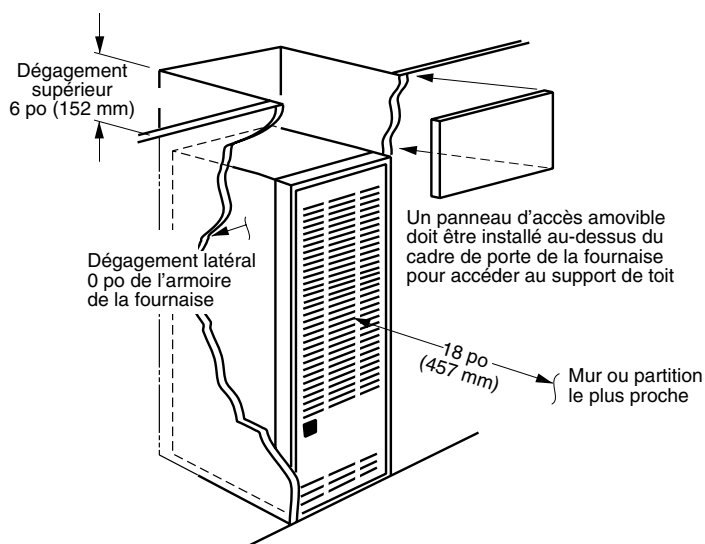
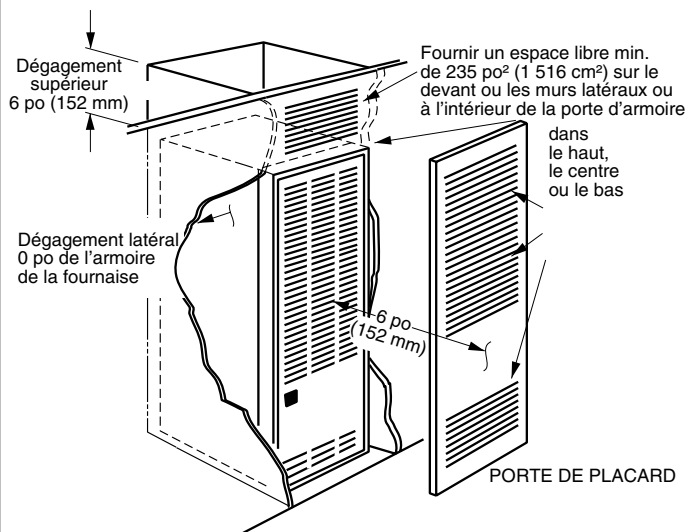
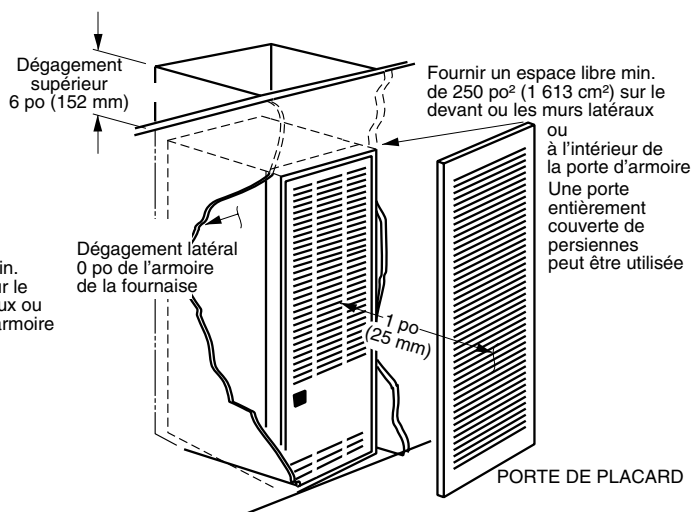

Figure 1. Installation dans une alcôve
Figure 2. Installation dans un placard
Figure 3. Dégagement spécial de 2,5 cm
Cet appareil de chauffage doit être installé avec un dégagement au moins égal aux minimums spécifiés dans le Tableau 1, (page 6). Cette fournaise doit être installée avec un dégagement amplement suffisant pour permettre un accès facile au filtre à air, à l'ensemble du souffleur, à l'ensemble du brûleur, aux commandes et aux branchements d'aération. Voyez la Figure 1, la Figure 2 et la Figure 3.
- Les dimensions de la pièce ou de l'alcôve doivent convenir à la taille complète des dégagements de la fournaise et de l'installation spécifiés dans le Tableau 1, \(page 6\) et dans la Figure 1 \(page 5\).